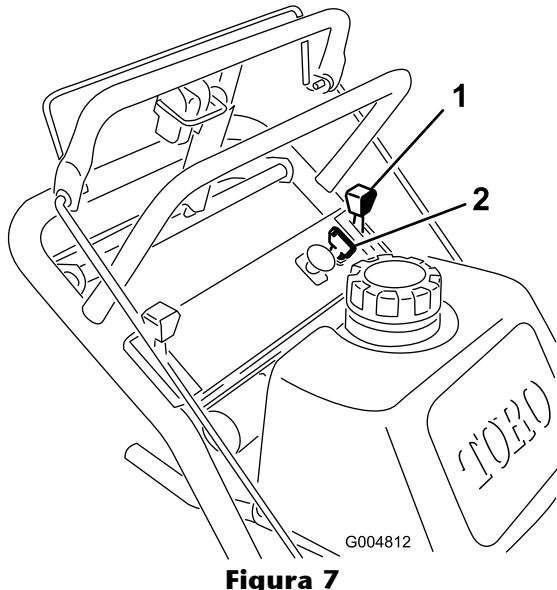

Figura 7
- Mueva la palanca del acelerador a la posición **Lento** (Figura 7).
- Haga girar la llave de contacto a **Desconectado** (Figura 7).